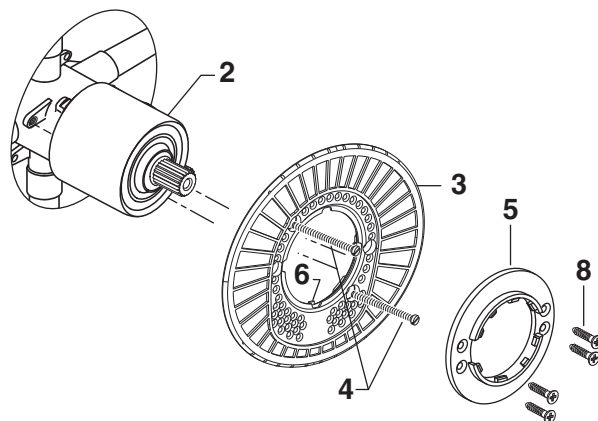

Figure 2.
- **Figure 2.** Poussez le PORTE-ÉCUSSON (3) sur le CAPUCHON (1) et fixez-les au corps de la valve à l'aide des LONGUES VIS (4). Montez le SUPPORT DE L'ÉCUSSON (5) sur le PORTE-ÉCUSSON (3) à l'aide de 4 VIS COURTES (6).